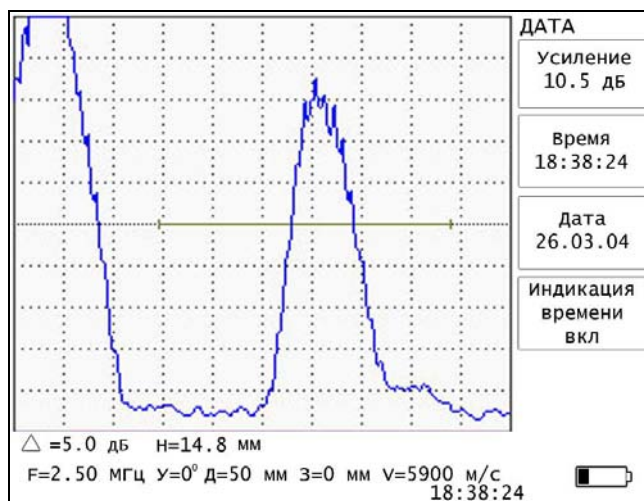

Рис. 5.15.
5.5.9. Меню «ДАТА» содержит следующие параметры (рис. 5.15)